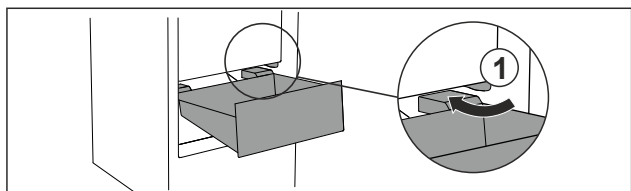

Fig. 27
- ▶ Zásuvku vedte šikmo podél zářezek Fig. 27 (1).